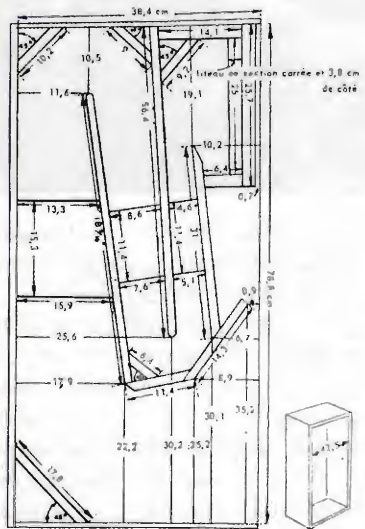

Fig. 2. — Coupe en élévation de l'enceinte acoustique Acousta. Toutes les dimensions sont mesurées intérieurement en cm.
Les figures 2 (plan côté en élévation) et 3 (coupe perspective, montrant la disposition des éléments) donnent presque tous les renseignements utiles.
Fig. 4. — Le haut-parleur PM6 de Lowther vu par l'avant. On remarquera les dimensions inusitées de la plaque carrée sur laquelle est fixée la suspension externe — en polyuréthane — du diaphragme (cette plaque d'aluminium moulée est garnie de feutre à l'avant pour assurer un joint hermétique avec le ponton A (21) de la figure 2), ainsi que le double cône et l'écran ogival interne fixe au noyau.